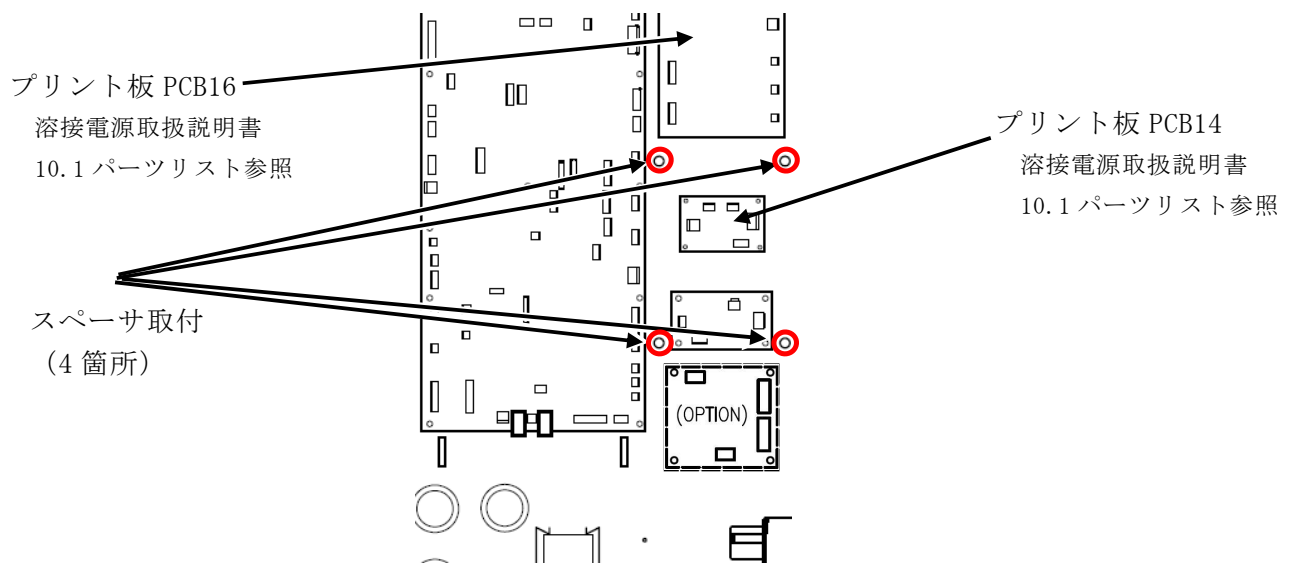

図2. スペーサの取付
(3) 溶接電源のプリント板 PCB14 の周囲(プリント板 PCB16 の下部)のスペーサ取付場所に、拡張ボード取付用 M4 スペーサを取り付けます。(図2)